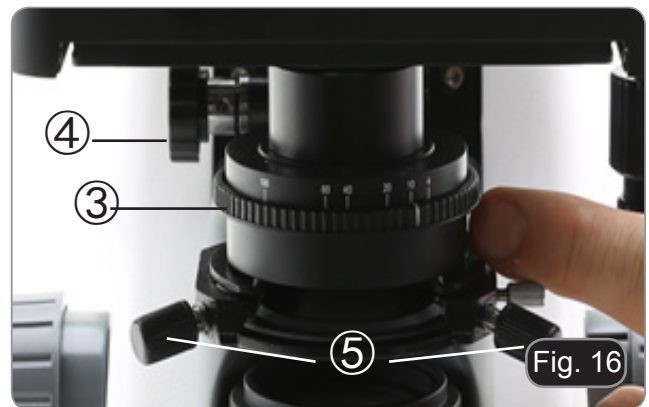

Fig. 16
3. Fermer le diaphragme d'ouverture à l'aide de l'écrou-raccord ③, en déplaçant l'écrou-raccord vers la valeur “4” de l'objectif 4X. (Fig. 16)
4. Soulevez le condenseur jusqu'à la fin de sa course à l'aide de la vis de réglage en hauteur du condensateur ④ situé sur le côté gauche du porte condensateur.
5. Centrer le condensateur avec les vis de centrage ⑤ jusqu'à ce que le champ de vision soit uniformément éclairé (aucune zone plus claire ou plus sombre dans le champ de vision ne doit être visible).